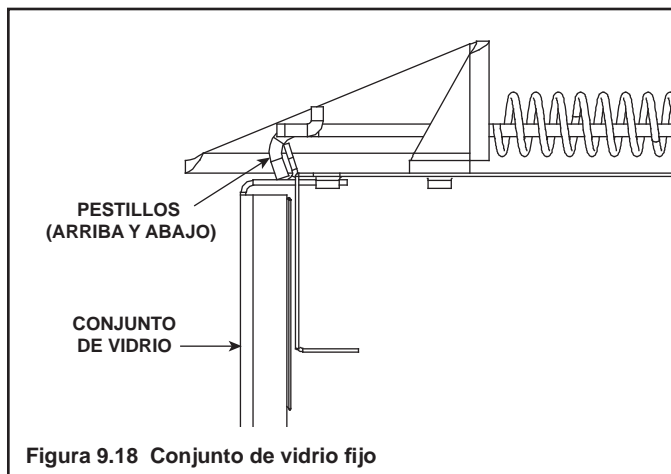

Figura 9.18 Conjunto de vidrio fijo
- Jale los cuatros pestillos y desmóntelos del surco en el marco del vidrio. Retire el conjunto de vidrio del aparato (consulte la Figura 9.18).